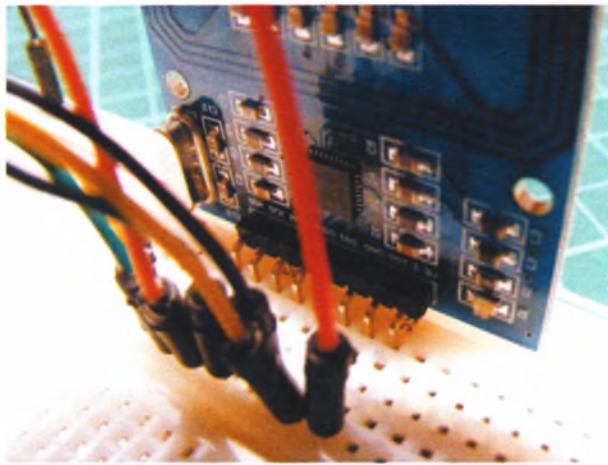

РИСУНОК 23.3
2. Установите RFID-модуль на макетную плату, как показано на рис. 23.3, а затем подключите штырьки RFID-модуля к контактам Arduino согласно следующей таблице. Не забудьте, что RFID-модуль следует подключать к источнику питания напряжением 3,3 В (но не 5 В !), иначе модуль выйдет из строя.